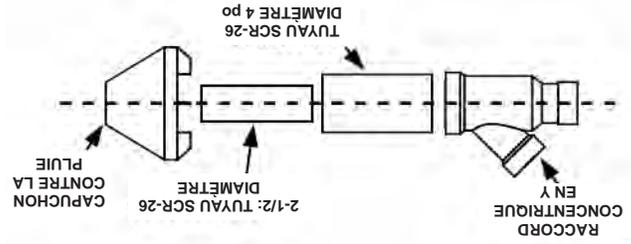

Figure 25
REMARQUE : Si l'ensemble doit être allongé pour satisfaire l'exigence d'épaisseur du mur latéral, les 2 tuyaux fournis dans la trousse peuvent être remplacés par un tuyau SDR-26 PVC (D2241) de même diamètre fourni sur place. Ne pas étendre la dimension 53,6 cm (21 1/8 po) au-delà de 1,5 m (60 po). Voir Figure 25.
- Cimenter le raccord concentrique en Y au tuyau de la trousse avec le diamètre le plus gros, voir Figure 25.
- Cimenter le capuchon contre la pluie au tuyau de plus petit diamètre de la trousse, voir Figure 25.
- Cimenter le raccord concentrique en Y au tuyau de la trousses avec le diamètre le plus gros, voir Figure 25.
- Cimenter le capuchon contre la pluie au tuyau de plus petit diamètre de la trousses, voir Figure 25.